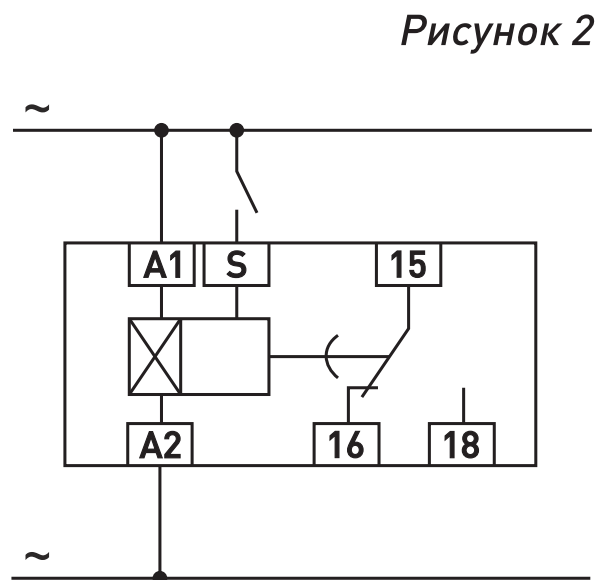

Рисунок 2
подключения (см. Рис. 2). Фазный проводник питания подключаются к клемме А1, нейтральный проводник питания подключается к клемме А2. К клеммам 15 (общая) и 18 (16) подключается исполнительный элемент коммутационного аппарата, например катушка управления контактора. На клемму S подается сигнал управления (подключается внешний контакт управления).